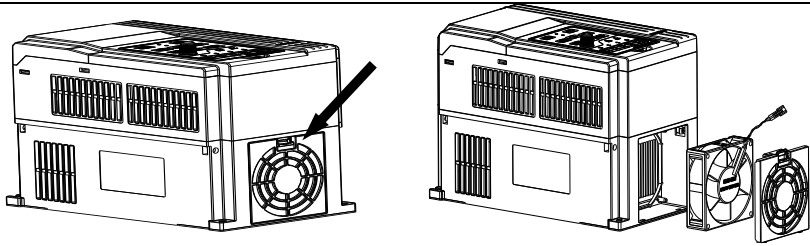

图 8-1 (a) 拆除风扇罩图
- 1.如图 8-1(a)所示下压风扇弹性卡扣，同时稍用力向外平行拉出，从变频器主体拆下风扇罩。
- 2.如图 8-1(b)所示依次拿出风扇罩和风扇，然后再如图向内侧下压风扇引线端子弹性卡扣，同时稍用力拉出风扇引线端子。